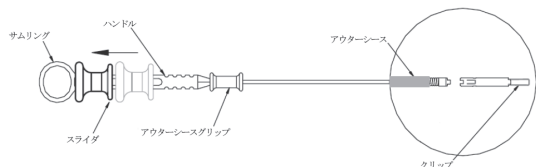

図5: クリップの留置
- (3) この時点で2通りの方法を選択できる。
- ① オプション1: クリップの位置が適切でない場合、ジョーを再度開き把持を解除して位置を変更する(ステップ4参照)。
- ② オプション2: クリップを留置する(ステップ5参照)。
- (4) クリップの再配置を行うためには、スライダをゆっくりと先端側にスライドさせジョーを開き、把持を解除した後クリップを移動する(ステップ1同様)。
- (5) クリップを留置するためには、スライダを引続き手元側にスライドさせる。その際、摩擦を感じたら、その位置を超えて最初にかちつと音がする、或いは感じるまでスライドさせる。更にスライダを手元側にスライドさせ、2回目の摩擦を感じてかちつという音がする、或いは感じるまでスライドさせる。スライダがサムリングに届くまで手元側にスライドさせる(図5参照)。